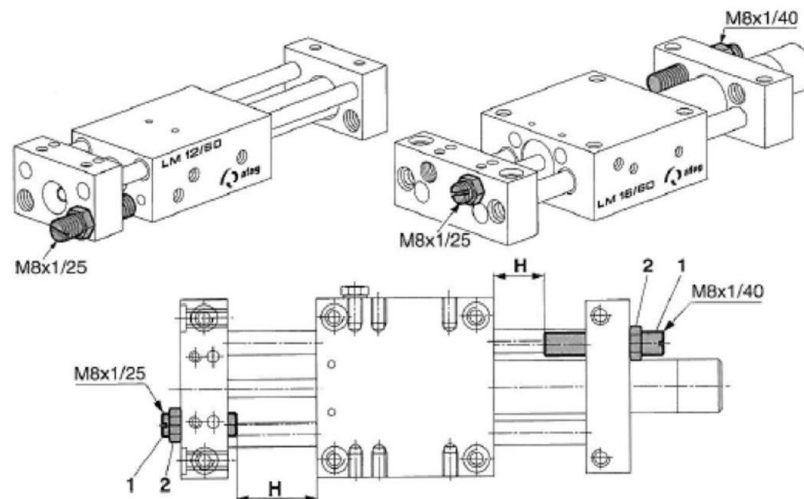

Abb. 19 Hubeinstellung mit Anschlagstift
1. Hub (H) durch Verstellen des Anschlagstifts (Abb. 19, 1) einstellen.
2. Anschlagstift mit Gegenmutter (Abb. 19, 2) sichern.